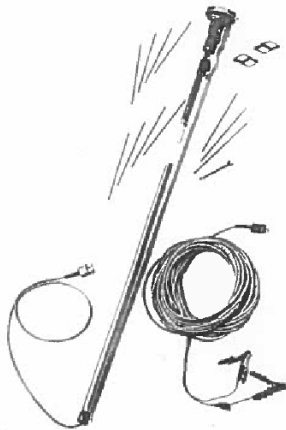

Fig. 2
- Abbacchiatore Adrian con Asta telescopica (Fig. 2)
- 20 Mt. di cavo con connettore (Fig. 2)
- 8 Astine di carbonio + 3 IN OMAGGIO (Fig. 2)
- 2 Anti-shock (Fig. 2)
- Chiave in dotazione per montaggio astine (Fig. 2)